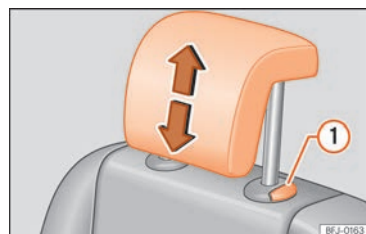

Abb. 97 Kopfstütze hinten: Ausbau.
- Kopfstütze bei gedrückter Taste >>> (Abb. 97) ① ganz herausziehen.